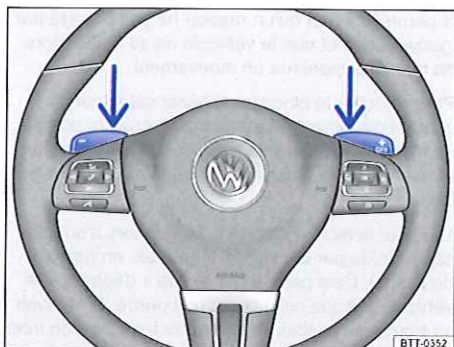

Fig. 147 Volant de direction avec palettes pour passage des rapports de la commande Tiptronic.
- Dans le programme de conduite **D** ou **S**, actionnez les palettes au volant \Rightarrow fig. 147 (flèches).